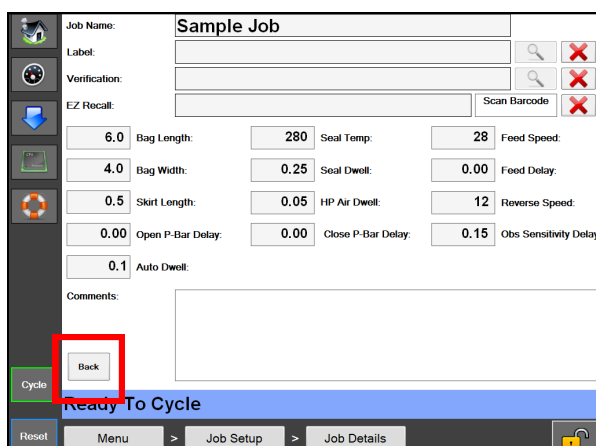

Figure 5-3B. Écran Détails de la tâche.
3. Modifiez les informations appropriées dans chaque zone. **Figure 5-3B.**
4. Appuyez sur le bouton Retour. **Figure 5-3B.**